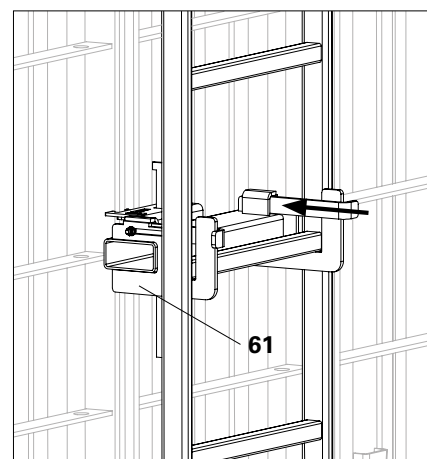

Fig. B10.04
4. Spingere il meccanismo di blocco dell'attacco scala UNO Plus verso la parte posteriore. (Fig. B10.04)
5. Spingere il meccanismo di blocco dell'attacco scala UNO Plus verso la parte posteriore (Fig. B10.04).